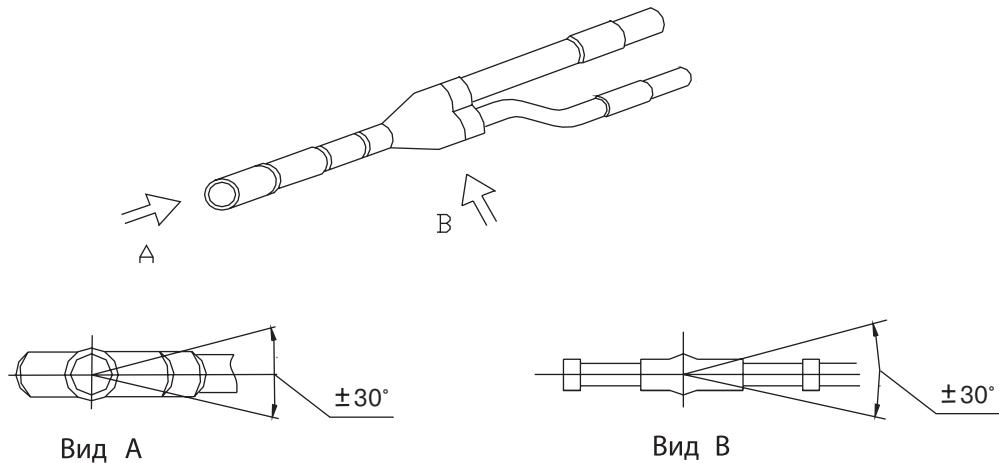

Рис. 11.6 — Расположение разветвителя при подключении
11.4.5 Внимание! При установке разветвителя в горизонтальном положении угол наклона разветвителя в горизонтальной плоскости должен быть не более 30° (см. рис. 11.6).